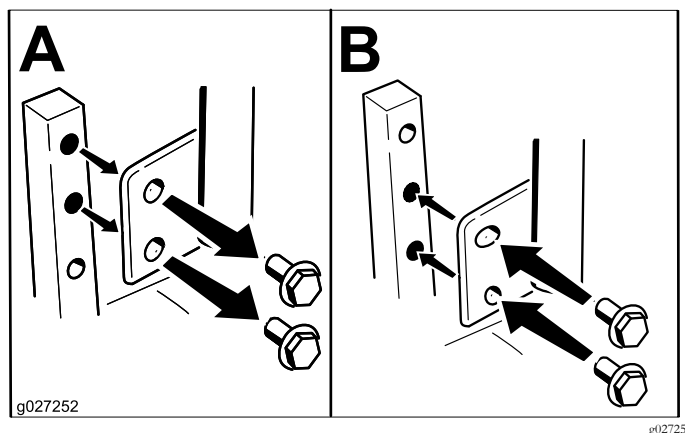

Figure 12
Vous pouvez ajuster la hauteur des leviers de commande de déplacement en fonction de votre taille (Figure 12).
2. Desserrez le boulon inférieur jusqu'à ce qu'il soit possible de faire pivoter le levier de commande en avant ou en arrière (Figure 12).